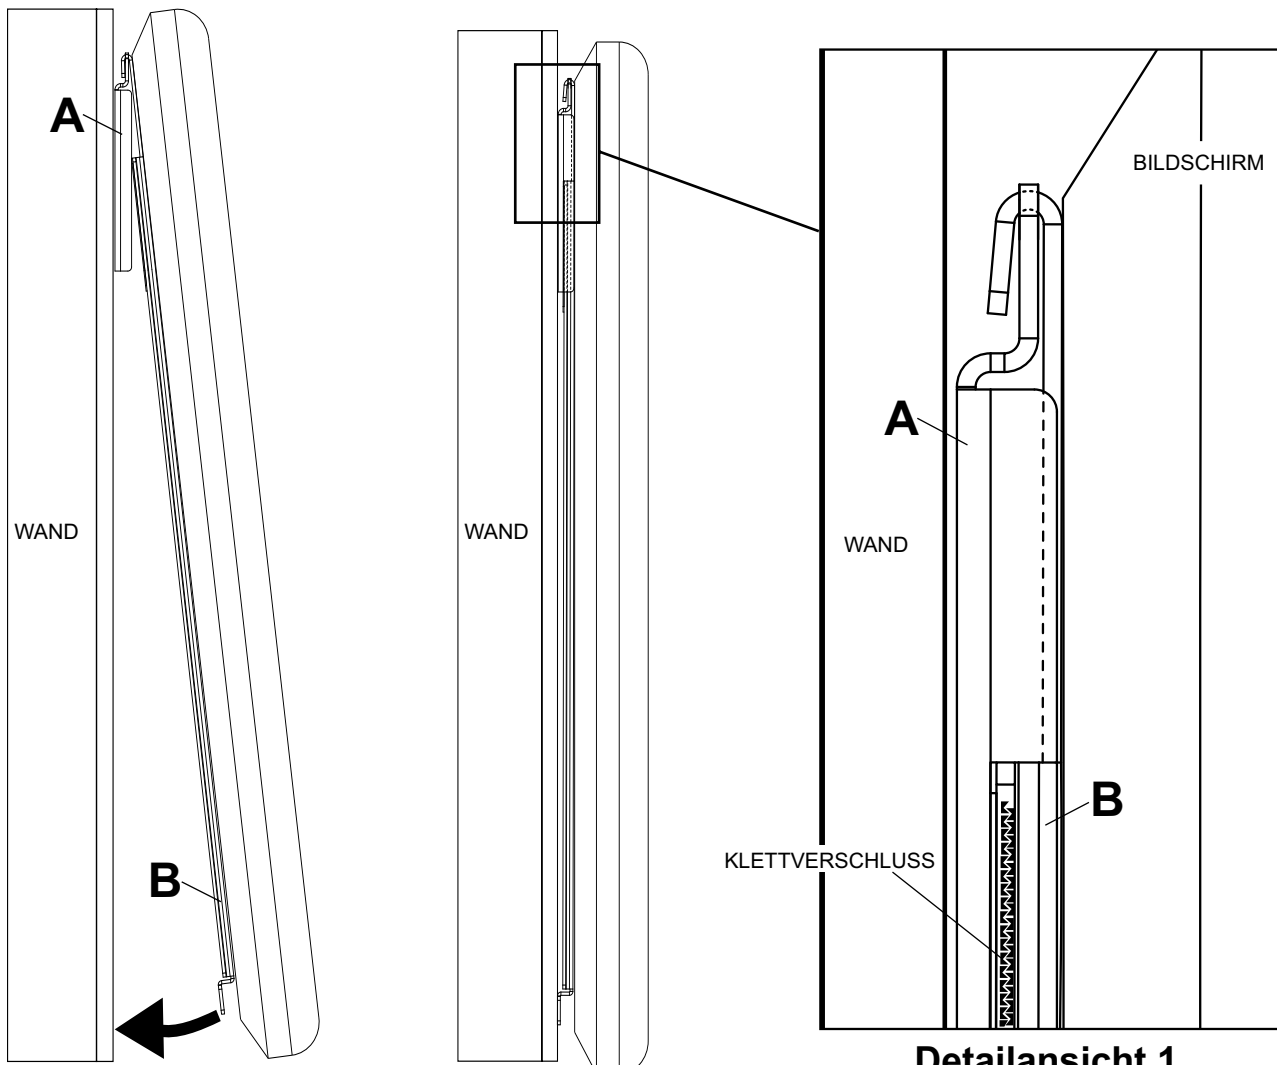

Abbildung. 3.1
- 3** Setzen Sie die Haken der Adapterhalterungen (**B**) auf den Flansch der Wandplatte (**A**). Schwenken Sie den Bildschirm dann langsam wie in Abbildung 3.1 dargestellt in Richtung Wand. Drücken Sie vorsichtig auf den Bildschirm, um sicherzustellen, dass der Klettverschluss wie in Detailansicht 1 dargestellt geschlossen ist.